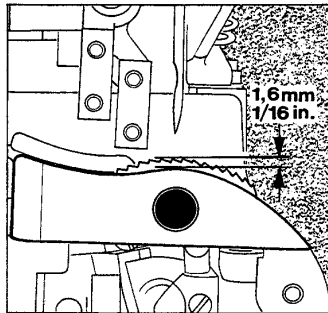
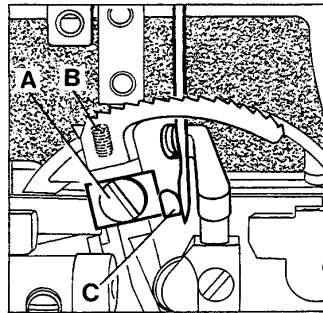

Fig. 9
Fig. 10
The lower feed dog is set correctly when its teeth rise slightly more than the depth of a full tooth (approx. 1.6 mm (1/16") above the throat plate (see Fig. 9). To raise or lower the feed dog loosen screw (A, Fig. 10) and set the feed dog to the specified height. Retighten screw (A). Now reset stop screw (B) in feed dog to maintain the adjusted feed dog height.
Set the needle guard (C, Fig. 10) so that it just touches the needle when it is at its most forward point of travel. To move guard forward or backward loosen screw (A) and move needle guard as required. Retighten screw.
**NOTE:** Screw (A) serves also to fasten the lower feed dog. Therefore make sure not to disturb the feed dog height when setting the needle guard.
Der untere Transporteur ist richtig eingestellt, wenn die Transporteurzähne die Stichplatte etwas mehr als eine volle Zahnhöhe (ca. 1,6 mm) überragen (siehe Fig. 9). Zum Höher- oder Tieferstellen des Transporteurs lösen Sie die Schraube (A, Fig. 10) und stellen den Transporteur auf die vorgeschriebene Höhe. Ziehen Sie die Schraube (A) wieder an. Nun stellen Sie die Anschlagsschraube (B) im Transporteur so, daß die eingestellte Transporteurhöhe erhalten bleibt.
Stellen Sie den Nadelanschlag (C, Fig. 10) so, daß er die Nadel gerade leicht berührt, wenn er am vordersten Punkt seiner Bewegung steht. Zum Verstellen des Anschlags nach vorne oder hinten lösen Sie die Schraube (A) und stellen den Anschlag entsprechend ein. Ziehen Sie die Schraube wieder an.
**BEACHTEN SIE:** Mit der Schraube (A) wird gleichzeitig der untere Transporteur befestigt. Beachten Sie deshalb beim Einstellen des Nadelanschlags, daß die Transporteurhöhe nicht verändert wird.